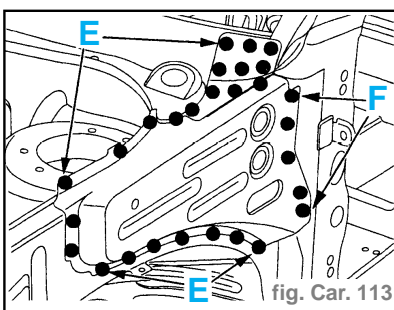

fig. Car. 113
- Souder par points électriques (suivant E) (avec l'équipement AB1) (fig. Car. 113).